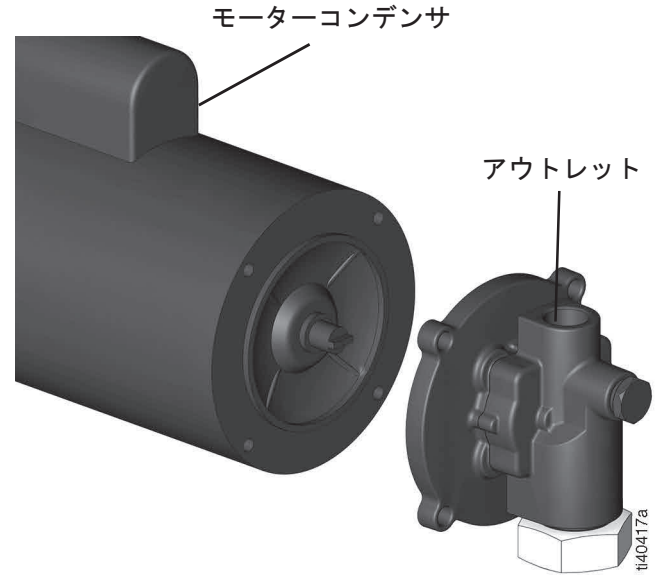

図 6
2. ポンプアウトレットは上向きにし、モーターコンデンサとアウトレットは共に上側にします (図 6)。